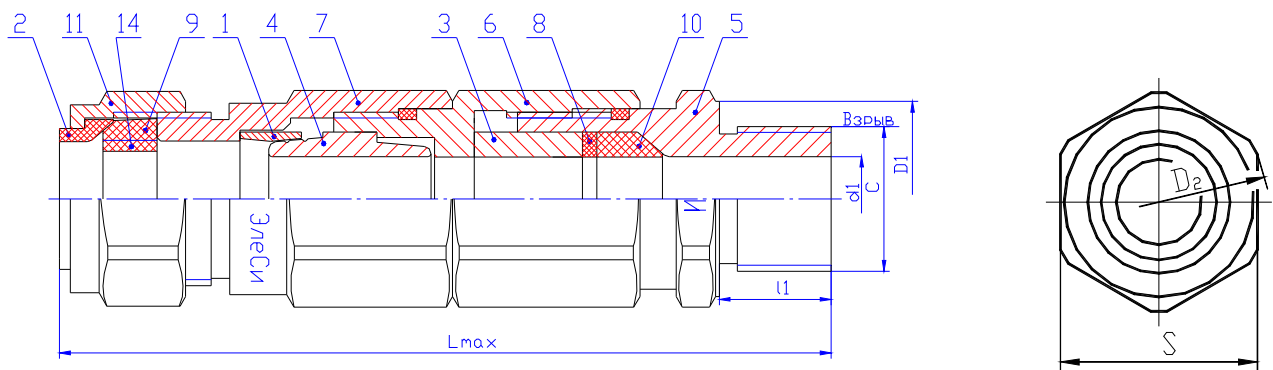

Рисунок 4 – Конструкция кабельного ввода для монтажа бронированного кабеля
3.3.2 Кабельный ввод ExCG A для монтажа бронированного кабеля (см. рисунок 4):